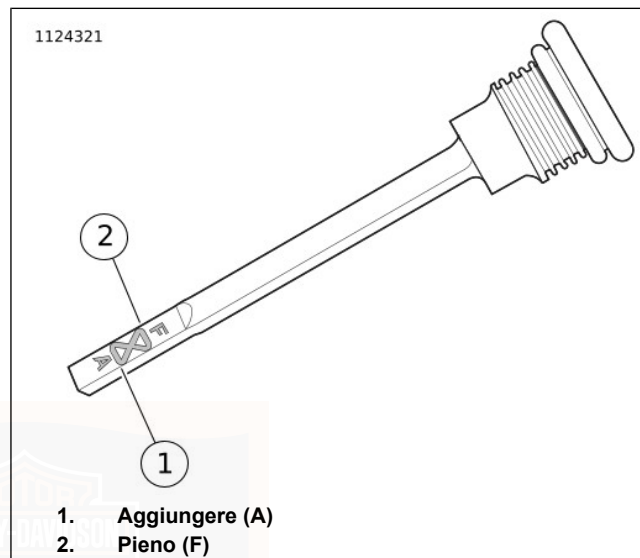

Figura 51. Livello dell'olio del cambio
4. Vedere Figura 51 . Rimuovere il tappo del rifornimento/l'astina di livello dell'olio. Verificare il livello dell'olio sull'astina di livello. Il livello corretto dell'olio è compreso tra i contrassegni Add (aggiungere) (A) e Full (pieno) (2).